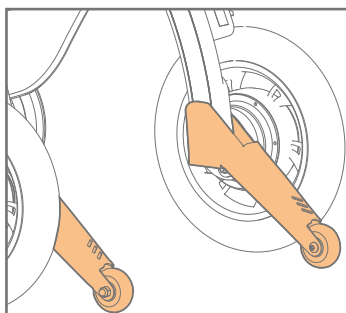
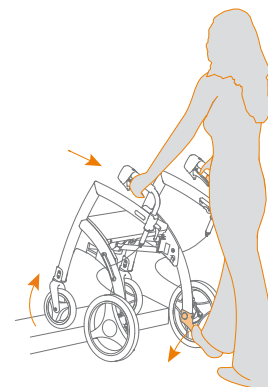

Abbildung 63: Verwendung der Ankipphilfen.
Abbildung 64: Auf den Bordstein oder Gehweg gelangen oder über eine Schwelle fahren.
- Drücken Sie mit Ihrem linken oder rechten Fuß die linke oder rechte Ankipphilfe (**Abbildung 63**) nach unten, während Sie den Rollz Motion Electric mit Ihren Händen zu sich neigen. Dadurch heben sich die Vorderräder vom Boden ab. Schieben Sie den Rollz Motion Electric nun vorwärts, bis die Vorderräder deutlich auf dem Bordstein oder über der Schwelle sind (**Abbildung 64**).